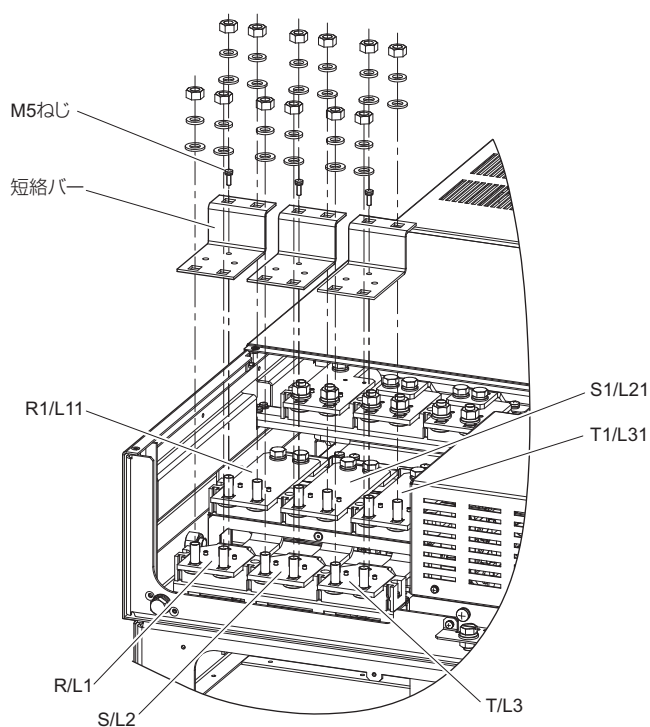

図 10 短絡バーの取り外し
- CIMR-A□4A0930, 1200 のインバータは、出荷時に主回路電源端子 R/L1-R1/L11, S/L2-S1/L21, T/L3-T1/L31 間が短絡バーで短絡されています。12 相整流を使用する際は、図 10 のように短絡バー（3 箇所）を外してください。